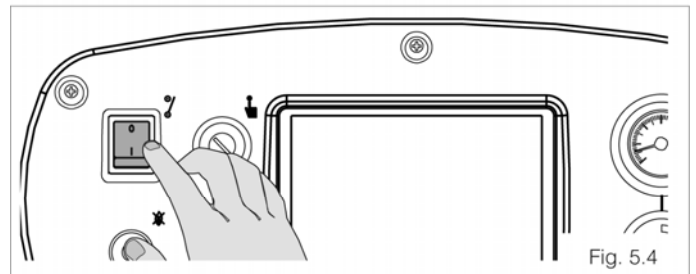

Fig. 5.4
- переведите главный выключатель на панели управления в положение (0) «Выключено» (Рис. 5.4)